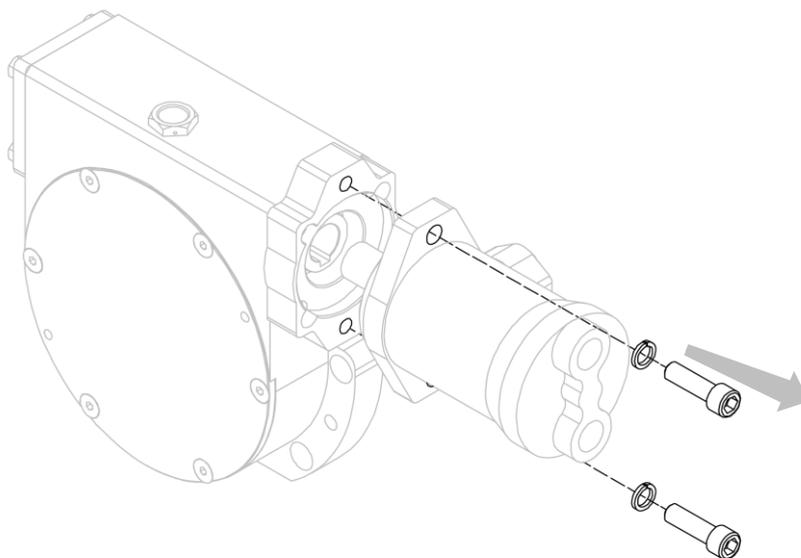

Abbildung 40
4. Trennen Sie den Motor vom Getriebe, indem Sie die Schrauben, mit denen sie verschraubt sind, lösen (siehe *Abbildung 40*).